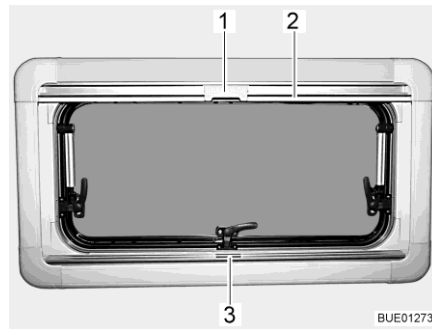
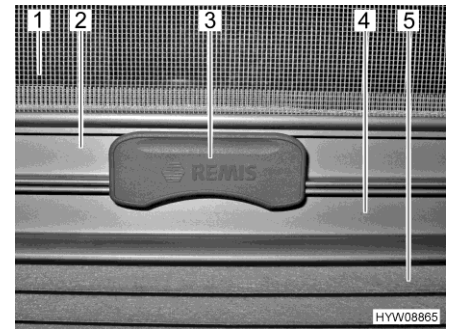

Bild 24 Överkantshängt fönster
Bild 25 Spärr
Plisségardinen (Bild 25,5) finns i den nedre rullgardinskassetten.
- Ta tag i mitten på plisségardinens list (Bild 24,3 och Bild 25,4) och drag den nerifrån och uppåt och släpp den vid önskad höjd. Plisségardinen stannar på denna höjd.
Insektsnätet (Bild 25,1) finns i den övre rullgardinskassetten.
- Drag, med listen (Bild 24,2 och Bild 25,2), ner insektsnätet tills listen stöter mot plisségardinen (Bild 25,4).
- Lås fast insektsnätets spärr (Bild 24,1 och Bild 25,3) på plisségardinens list. När spärren är låst, kan plisségardinen och insektsnätet justeras samtidigt.
- Tryck spärren (Bild 25,3) på insektsnätet uppåt.
- För långsamt tillbaka insektsnätet med listen (Bild 24,2).